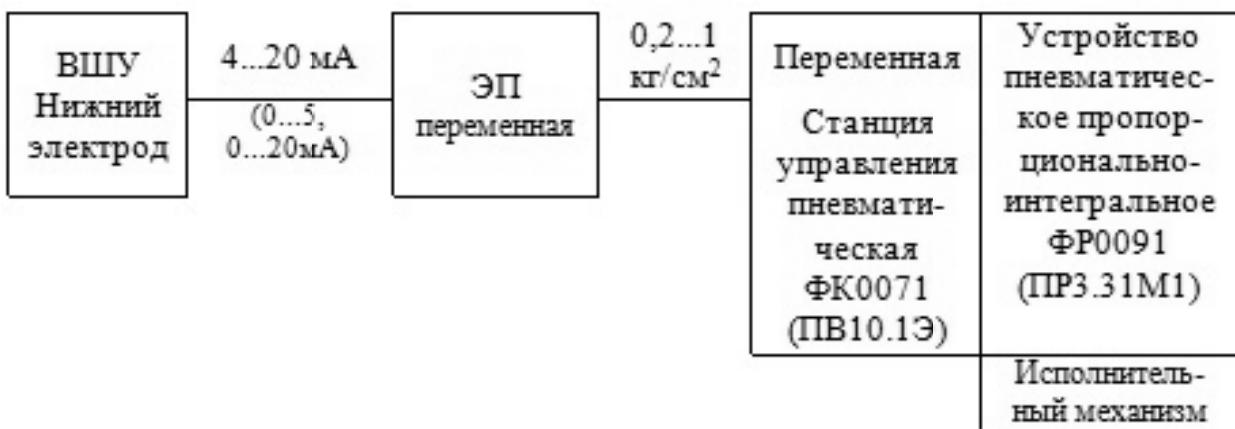

Рис. 1. Автоматическое регулирование раздела фаз «нефть-вода» в ЭД на базе пневматического регулятора.
4.3.1 Для автоматического регулирования уровня раздела фаз «нефть-вода» в электродегидраторе, необходимо аналоговый выход с блока управления ИПМ НИЖНЕГО электрода подключить к станции управления пневматической с регулятором (см. рис.1).